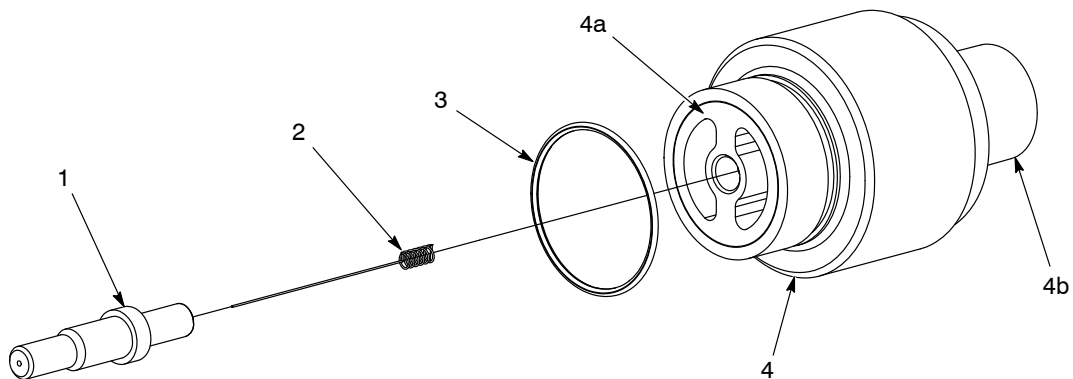

Figura 6-14 Sostituzione del gruppo supporto dell'elettrodo XD
**Dettagli del gruppo supporto dell'elettrodo XD:** (vedi figura 6-14)
- Il supporto dell'elettrodo (4) contiene un resistore. Se il resistore si guasta, si deve sostituire tutto il gruppo.
- Il portaelettrodo (1) e l'elettrodo (2) vengono venduti separatamente. Gli ugelli di spruzzo conici e piatti/angolati impiegano portaelettrodi diversi.
1. Svitare il portaelettrodo (1) e rimuovere l'elettrodo (2).